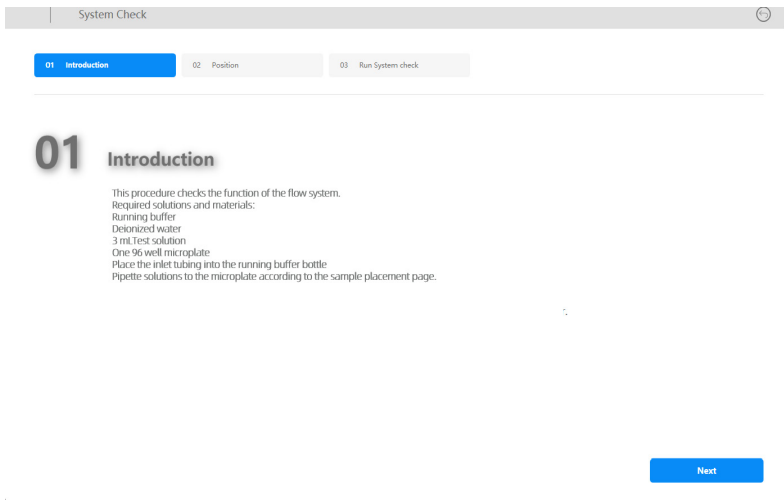

图 19 Polariton SPR Workstation 软件 System Check 程序主界面
- 按照以下步骤运行 System Check 程序：Polariton SPR Workstation→System→Maintenance→System Check→Next（如图 19 所示）；